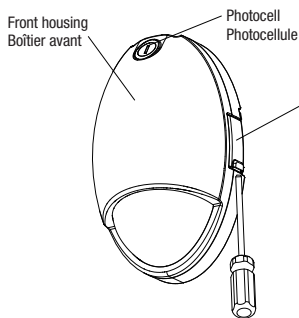
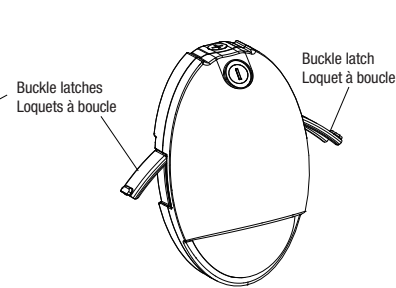

Fig. 1A
Fig. 1B
1. Use a flat screwdriver to slightly loosen the buckle latches on both ends of the back housing (Fig. 1A) and then loosen the buckle latches on both sides completely with your fingers (Fig. 1B).
1. Utilisez un tournevis plat pour desserrer légèrement les loquets à boucle aux deux extrémités du boîtier arrière (Fig. 1A) puis dégagez complètement les loquets à boucle des deux côtés avec les doigts (Fig. 1B).